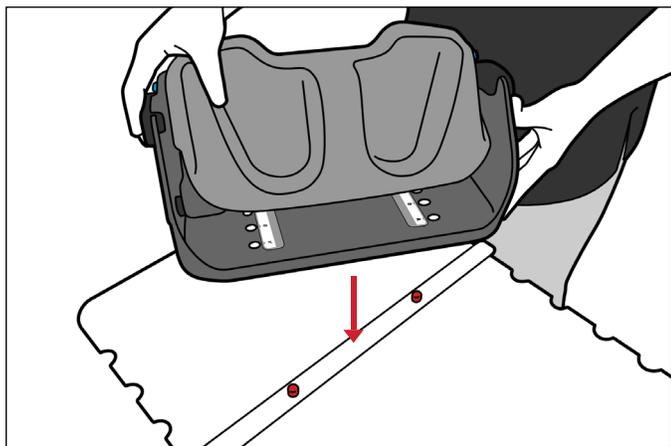

図14
1. 位置決めバーにフットサポートを取り付けます。フットサポートの目的の孔を赤い位置決めバーのピンに合わせます。(図14)